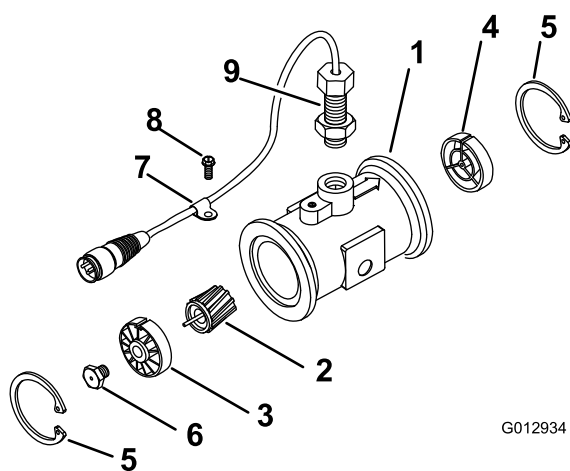

Bild 59
3. Entfernen Sie den Haltering an der vorgeschalteten Seite (Bild 59).